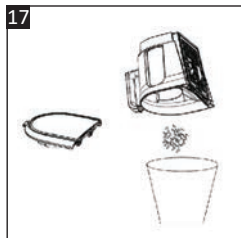

Fig. 17
2. Scoateți colectorul de praf și goliți mai întâi conținutul (→ **GOLIREA COLECTORULUI DE PRAF**). (Fig. 17).